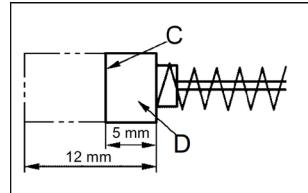

рис. 11
- Систематически контролируйте состояние угольных щеток электрического двигателя (загрязненные или чрезмерно изношенные щетки могут вызвать сильное искрение и уменьшение частоты вращения инструмента, а также выход его из строя). Продельный износ угольных щеток – остаток менее 5 мм (рисунок 11).